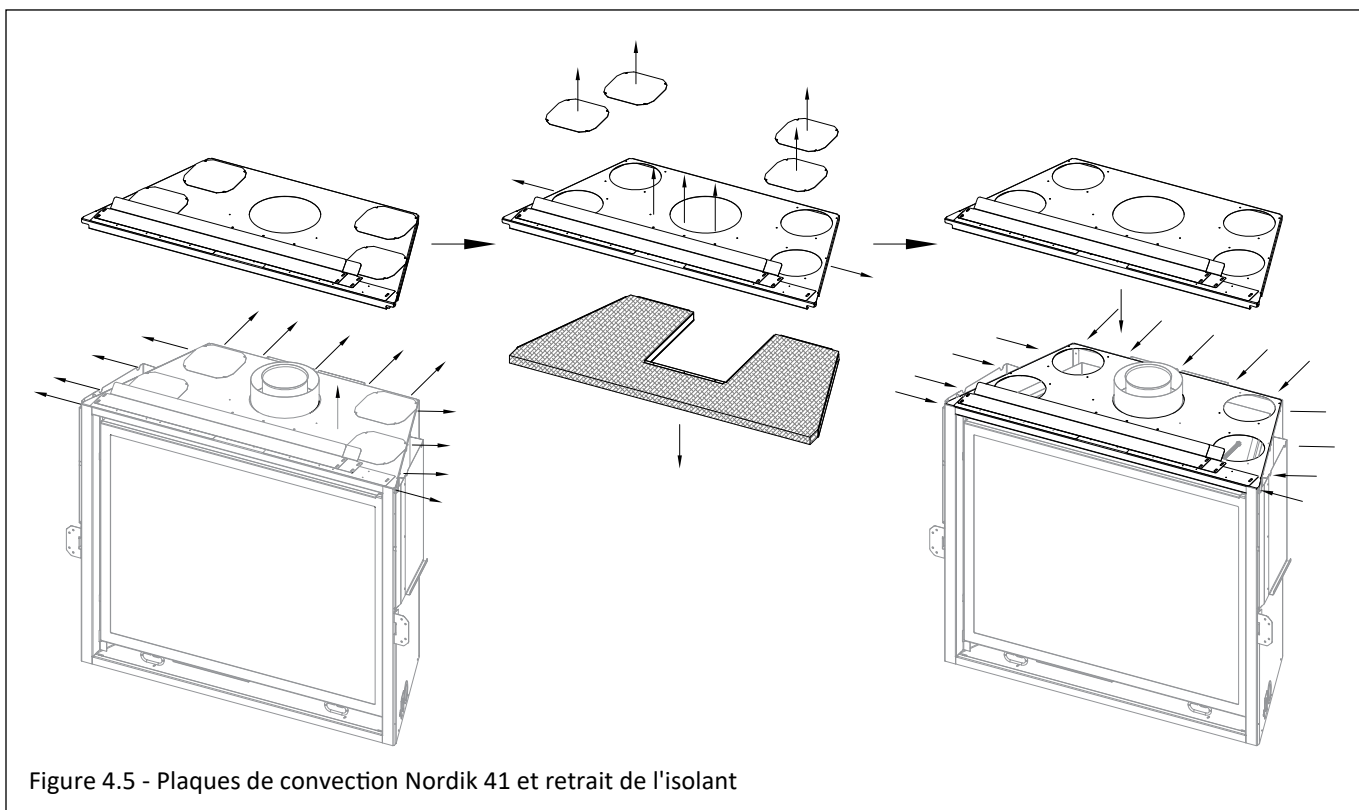
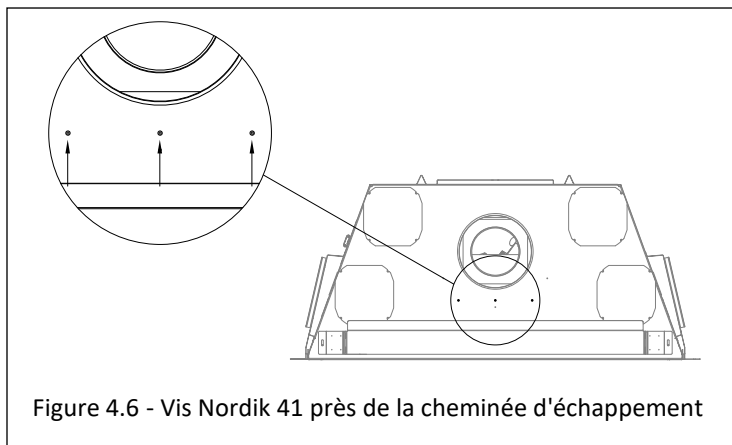

Figure 4.5 - Plaques de convection Nordik 41 et retrait de l'isolant
Figure 4.6 - Vis Nordik 41 près de la cheminée d'échappement
1. Retirez les (13) vis à tôle qui fixent l'assemblage de la coque extérieure supérieure. Tirez cet ensemble vers le haut autour de la cheminée d'évacuation pour le retirer de l'appareil. Voir la première image de la Figure 4.5.
2. Retirez les (4) plaques de recouvrement là où chaque plaque de recouvrement est fixée avec des (4) vis à tôle. Voir la deuxième image de la Figure 4.5. Jetez ces plaques de recouvrement.
3. Retirez les (3) vis à tôle du haut de l'assemblage (voir gros plan à la Figure 4.6) et les (2) vis à tôle sur le côté de l'assemblage. Vous pouvez maintenant séparer les deux sections de l'assemblage de la coque extérieure supérieure. Retirez l'isolant et jetez-le. Vissez ensemble les deux sections de l'assemblage de la coque extérieure supérieure avec les (5) vis à tôle précédemment retirées. Voir la deuxième image de la Figure 4.5. Jetez ces plaques de recouvrement.
4. Réinstallez l'assemblage de la coque extérieure supérieure sur l'appareil avec les (13) vis à tôle retirées précédemment.